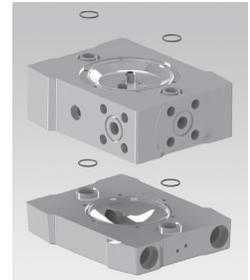

Figure 16
Insérez les joints toriques pour corps latéral (22) dans les corps latéraux (02-03) (voir Figure 16).